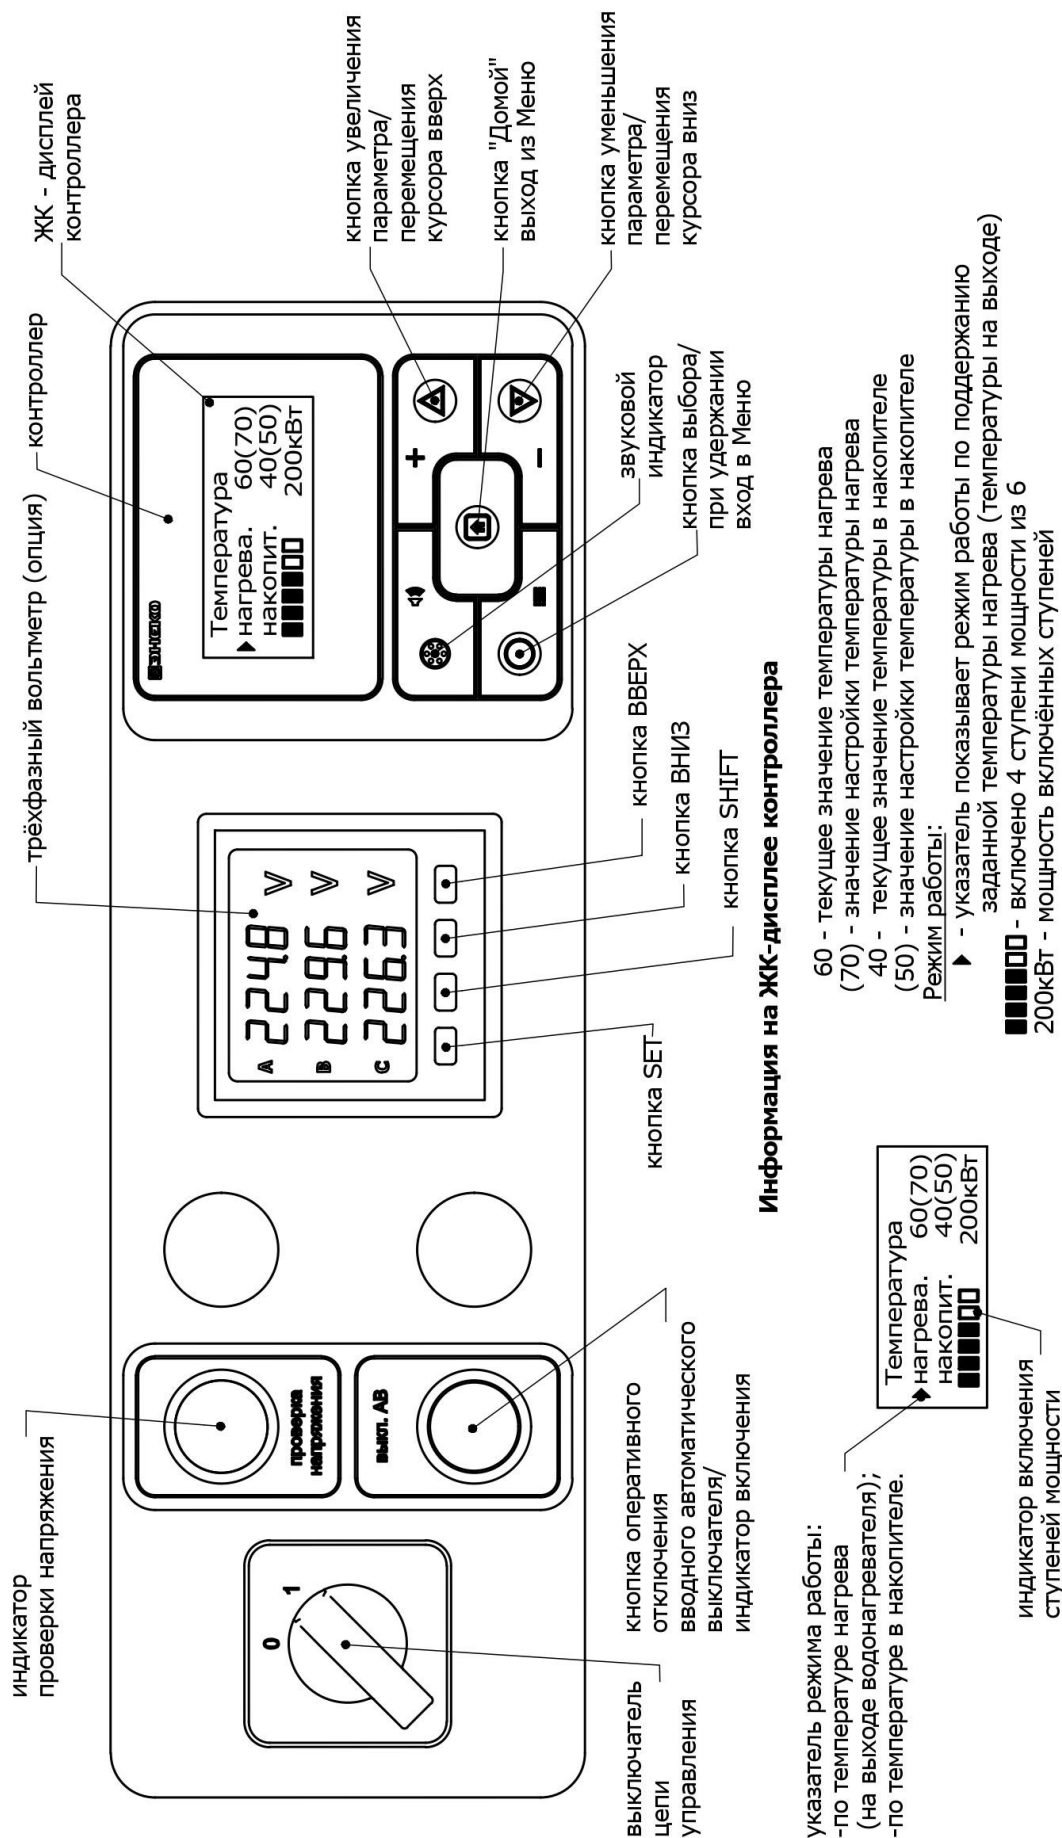

Рис. 9
7.5. Внешний вид панели управления показан на рис. 9.
7.6. Выключателем (см. рис. 9) включить питание цепи управления водонагревателя. На время проверки напряжения питания на панели управления загорится соответствующий индикатор. Если напряжение не соответствует допустимым значениям этот индикатор будет постоянно светиться. При нормальном напряжении питания после звукового сигнала на дисплее контроллера появится сообщение об изготовителе, версии программного обеспечения, о проверке датчиков, а затем дисплей перейдёт в режим ожидания, при котором на нем будут отображаться текущие значения температур в °C («нагрева» - на выходе из водонагревателя и «накопителя» - в баке внешнего накопителя), количество включённых ступеней мощности, а также значения настроек температур, разрешенное для включения количество ступеней мощности (см. рис. 9).
7.7. Настройка температуры нагрева происходит после однократного нажатия на кнопку выбора путём нажатия на кнопки уменьшения или увеличения параметра (см. рис. 9).
7.8. Настройка количества разрешённых для включения групп происходит после двух нажатий на кнопку выбора путём нажатия на кнопки уменьшения или увеличения параметра (см. рис. 9).
Выбор строки в меню для настройки – перемещение курсора - производится с помощью **кнопок уменьшения** или **увеличения параметра** (см. рис. 9). Для входа в выбранную настройку необходимо нажать **кнопку выбора** (см. рис. 9). Если не нажимать кнопки более 3 сек происходит автоматический выход из меню. Для быстрого выхода из меню необходимо нажать **кнопку «Домой»**.
7.13. Для отключения водонагревателя необходимо сначала отключить выключатель (см. рис. 9), затем отключить вводной автоматический выключатель.